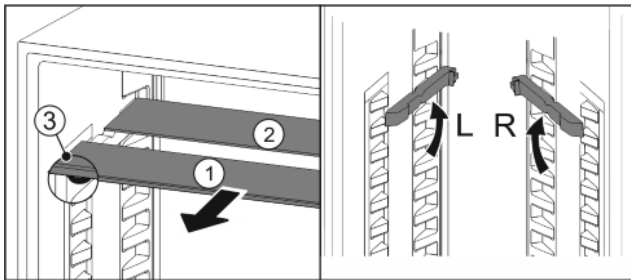

Fig. 20
- ▶ Steklene plošče posamično izvlecite Fig. 20 (1) naprej.
- ▷ Steklena plošča Fig. 20 (1) z zaustavljalniki izvleka je spredaj.
- ▷ Zaustavljalniki so obrnjeni navzdol Fig. 20 (3).